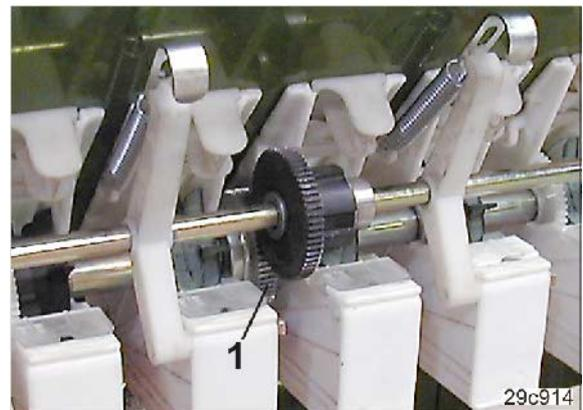

Fig. 236
1. Monte la rueda dentada (Fig. 236/1) sobre el eje sembrador de judías.